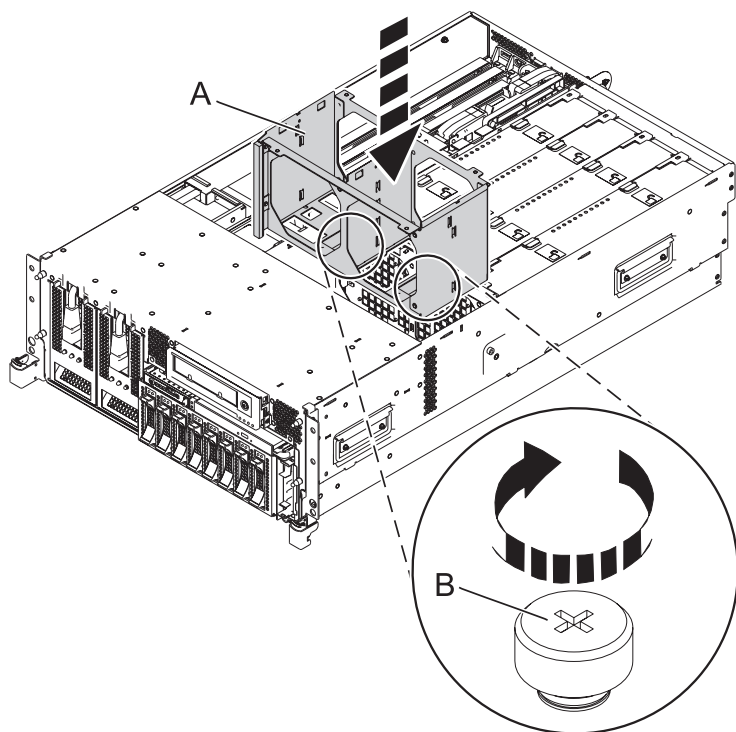

Figura 15. Sustituir el chasis de ventilador
9. Vuelva a colocar el dispositivo de soporte extraplano insertándolo en la ranura y empujándolo hasta que la palanca (B) quede bloqueada en su sitio, tal como se muestra en la figura siguiente.
- a. Para volver a poner el chasis de ventilador (A), alinee las patillas de localización por los orificios y apriete los dos tornillos de mano (B), como se muestra en la Figura 15.